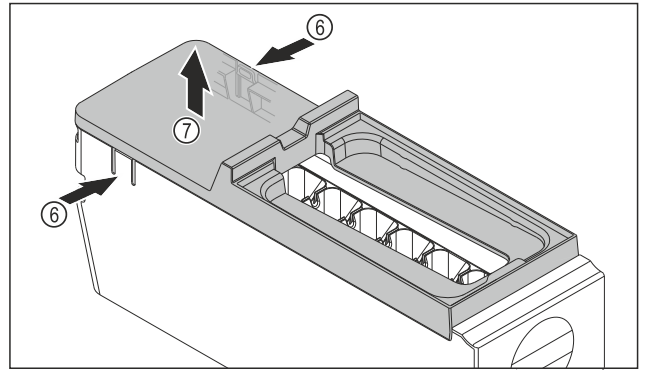

Fig. 144
- Abdeckung des EasyTwist-Ice-Korpus entnehmen: Laschen Fig. 144 (6) an den beiden Seiten des EasyTwist-Ice-Korpus mit einer Hand drücken.
- Abdeckung Fig. 144 (7) mit der anderen Hand nach oben entnehmen.